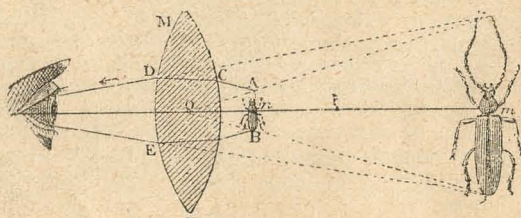

Fig. 141 —Lente.
2. **Microscopio simple ó lente.** — *El microscopio simple* (fig. 141) no es más que una lente convergente. Se